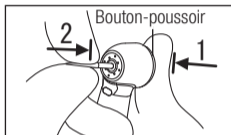

Fig. 9
- 2 Appuyez sur le bouton-poussoir pour ouvrir le mandrin (1) (Fig. 9).
- 3 Insérez complètement la fraise dans le mandrin jusqu'à l'arrêt (2), puis relâchez le bouton-poussoir (Fig. 9).